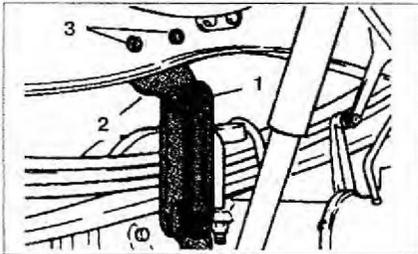

Рис. 5.30. Открутите гайку 1 крепления серьги, извлеките болты и снимите серьгу. Для замены втулки открутите болты 3 и снимите консоль 2.
2. Открутите гайку 1 крепления серьги, извлеките болты и снимите серьгу (рис. 5.30). Для замены втулки открутите болты 3 и снимите консоль 2.